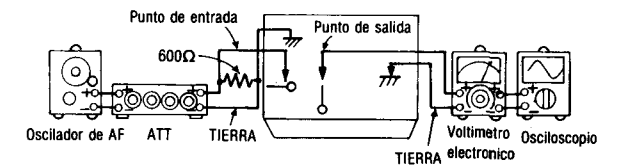

Fig. 6
1. La conexión del equipo de prueba se muestra en la Fig. 6, Conectar un hilo de puente de TP6.
5. Si no está dentro de la estándar, ajustar RV7 (CH-I) {RV8 (CH-D)} y repetir el paso (2), (3) y (4) hasta que la salida esté dentro de la estándar.